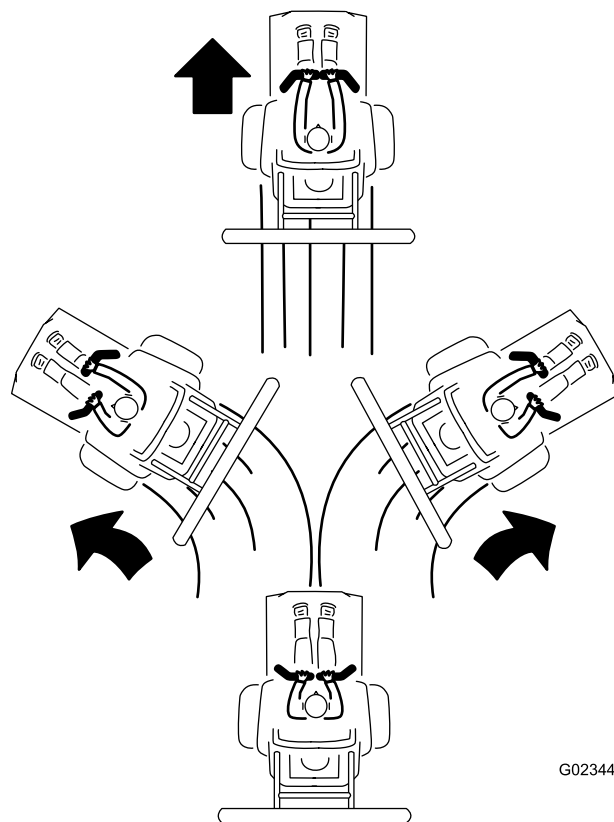

Figure 24
3. Pour faire avancer la machine, poussez doucement les poignées de commande vers l'avant (Figure 24).